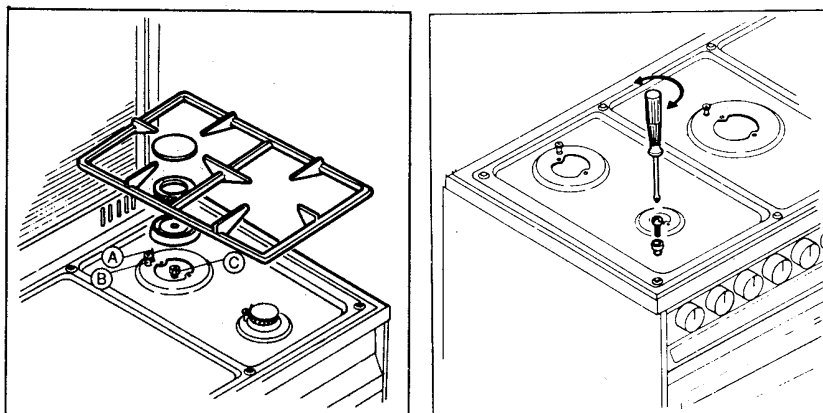

Fig.7
- Enlever les grilles, couvertures, diffuseur de flamme et les supports des brûleurs; (figure 7).